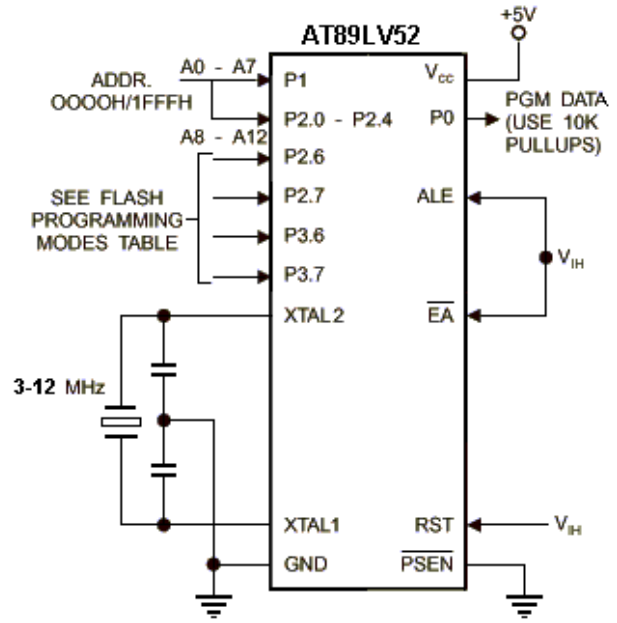

图12 校验电路
• **程序校验:** 如果加密位 LB1、LB2 没有进行编程，则代码数据可通过地址和数据线读回原编写的数据，采用如图 12 的电路。加密位不可直接校验，加密位的校验可通过对存储器的校验和写入状态来验证。